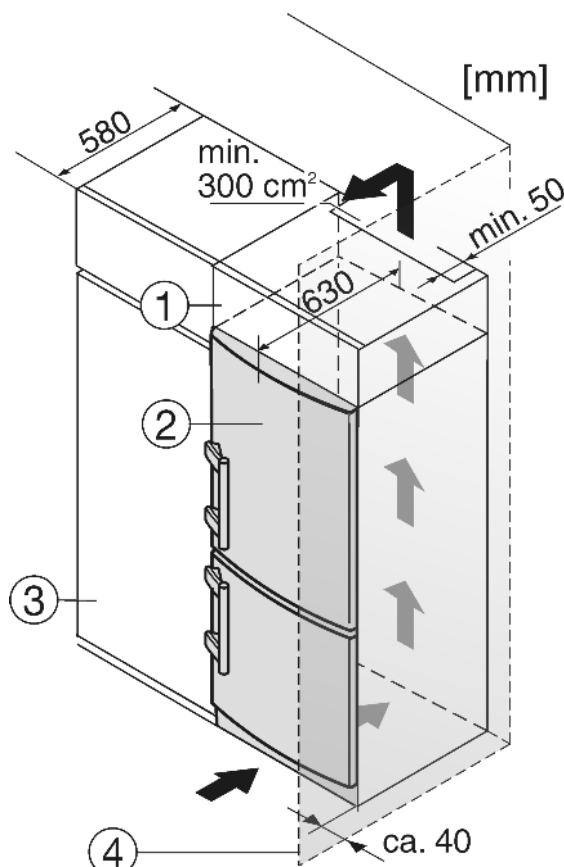

Fig. 13
(2) Устройство
(4) Стенка
Устройство может быть окружено предметами кухонной обстановки. Чтобы уравнивать устройство Fig. 13 (2) по высоте с кухонной стенкой, можно установить над устройством соответствующий дополнительный шкафчик Fig. 13 (1).
При комбинировании с обычными кухонными шкафами (глубина макс. 580 мм) устройство можно установить непосредственно рядом с кухонным шкафом Fig. 13 (3). Дверь устройства выступает по сторонам на 34 мм и по центру устройства на 50 мм относительно передней стенки кухонного шкафа. Поэтому ее можно свободно открывать и закрывать.
Если устройство установлено на шарнирах у стены Fig. 13 (4), то расстояние между устройством и стеной должно быть не менее 40 мм. Настолько выступает ручка при открытой двери.